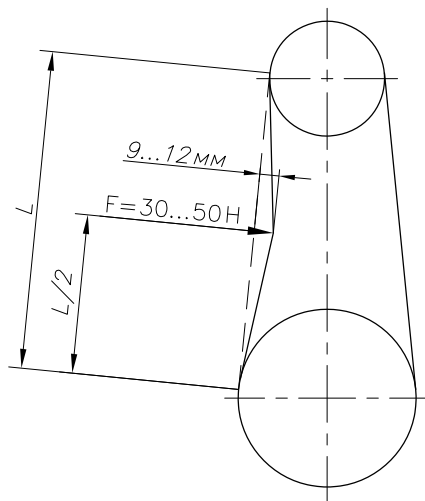

Рис. 3. Схема контроля натяжения ремня.
4.2.5. Проконтролировать натяжку ремней согласно схеме (Рис.3).